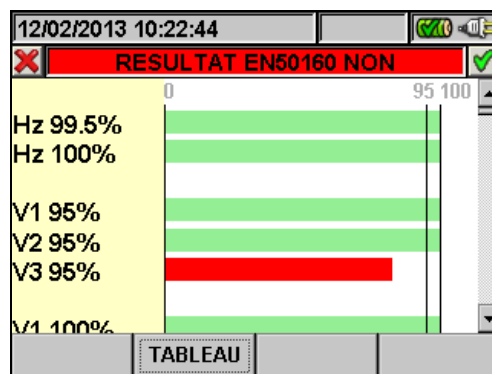

Fig. 131 : Histogramme Analyse EN50160
- La touche **F2** (ou **GRAPH** à l'écran) accède à la page qui montre l'histogramme des grandeurs en tableau (Fig. 131)